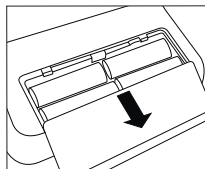

Fig. 1
- Ouvrez le couvercle du compartiment à piles situé sous l'appareil (voir la fig. 1). Insérez les piles (cf. Chapitre 13 Caractéristiques techniques). Veillez à faire correspondre les polarités « + » et « - ». Refermez le couvercle du compartiment à piles. 12 h ou 24 h clignote sur l'écran. Réglez désormais tel que décrit ci-dessous la date et l'heure.